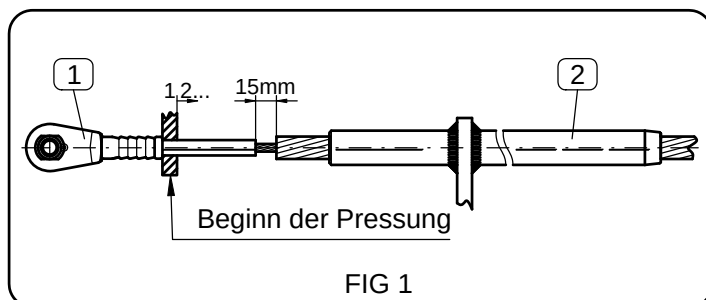
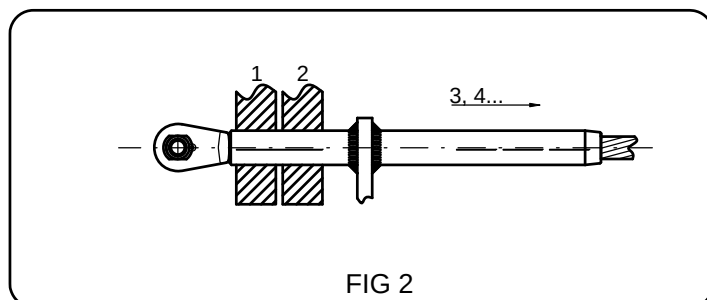

FIG 1
FIG 2
- 3) Shove the aluminium sleeve (2) onto the end of conductor.
- 4) Shove the clevis steel sleeve (1) onto the steel core, unwrapping the PVC tape. Insert the steel core into the sleeve until it stops. When assembled correctly, the distance between steel sleeve and aluminium shell of conductor is 15mm (FIG. 1).
- 6) Shove the aluminium sleeve (2) down to the steel clevis. Remove the tape tape.
- 7) Compress aluminium tension sleeve following the instruction marks for pressing, using appropriate compression insert (see stamped marking on sleeve). Starting to press at the side of the steel lug down to the end of the aluminium sleeve (FIG. 2).
- 3) Aluminiumhülse (2) auf Seilende schieben.
- 4) Stahlhülse mit Gabel (1) auf Stahlseele schieben, dabei Wickelband entfernen. Die Stahlseele muss bis zum Anschlag in die Bohrung eingeführt werden. Bei richtiger Montage soll der Abstand zwischen Stahlhülse und Al-Mantel 15mm betragen (siehe FIG. 1)
- 5) Die Stahlhülse wird vom Seilende aus in Richtung Al-Mantel (FIG. 1) mit dem passenden Presseinsatz verpresst (siehe Markierung auf Hülse), entsprechend den Markierungen. Ob schmal oder breit verpresst wird, hängt von den Werkzeugen und Einsätzen ab, die für die Montage zur Verfügung stehen.
- 6) Aluminiumhülse (2) zurückschieben bis vor den Bund des Gabel-, bzw. Ösenstückes. Dabei das Wickelband entfernen.
- 7) Aluminium-Presshülse gemäß der Pressmarkierungen mit dem passenden Presseinsatz (siehe Markierung auf Hülse) verpressen. Reihenfolge der Pressungen von der Seite der Stahl-Presshülse zum Rohrende (FIG. 2).